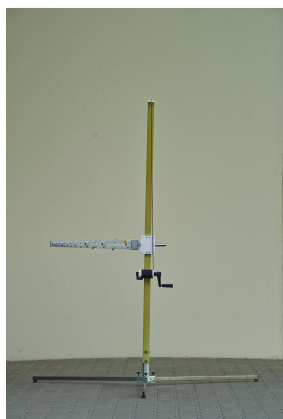
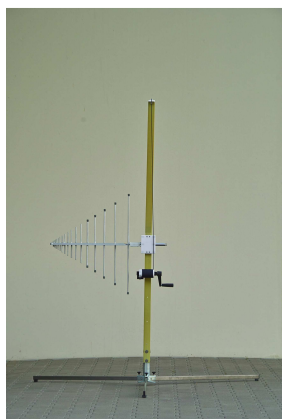

Fig. 7
Fig. 8
7. Antenne installieren. Der Antennenwagen trägt seitlich eine Kugelrastvorrichtung, die nach dem Einschieben des Antennentragrohres in einer ringförmigen Nut einrastet. In Winkelabständen von je 90° erfolgt auch eine schwache zusätzliche Drehrastung. Sie ermöglicht ein Verdrehen der Polarisationssebene mit sehr geringem Kraftaufwand (Fig.7 und Fig. 8). Die Rastung ist nicht geeignet für Antennen, die ein hohes Moment im Bezug auf ihre Drehachse ausüben. Dies ist bei Antennen der Fall, deren Drehachse außerhalb des Schwerpunkts liegt. Adapter für Antennen anderer Hersteller auf AM 9104 sind auf Anfrage erhältlich.
*7. Install the antenna. The antenna support box has a latching mechanism. Insert the antenna into the latching mechanism. A steel ball holds the notch in the indexing ring of the antenna. Every 90 degrees the latching mechanism provides rotational indexing. This allows a fast and precise change of the antenna polarisation (Fig.7 und Fig. 8). The latching mechanism is not suitable for antennas with high torque caused by a fixture outside of the rotational center. Adapters to fix antennas of other manufacturers on an AM 9104 are available on request.*